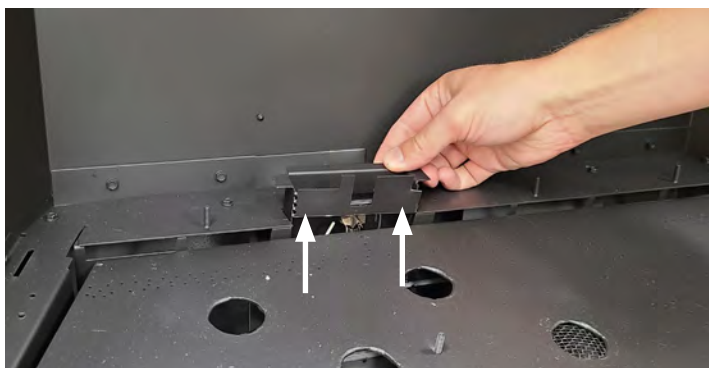

Figure 15.2.01:
- Installez le bouclier de la veilleuse (inversement à la **Figure 15.2.01**).